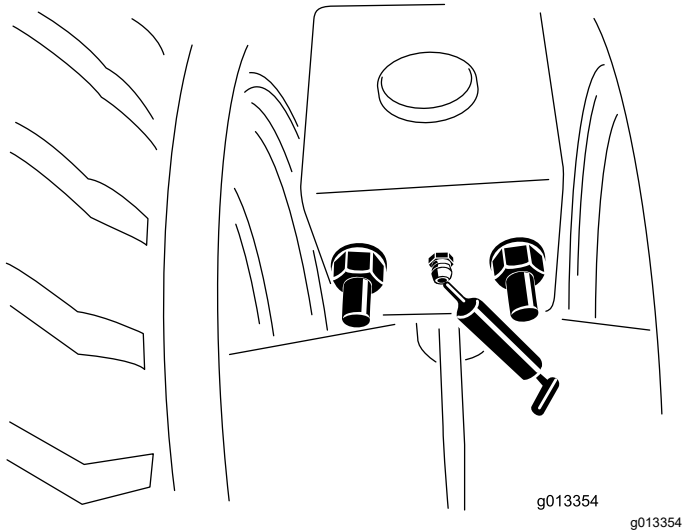

Figura 57
1. Limpie los engrasadores (Figura 57).